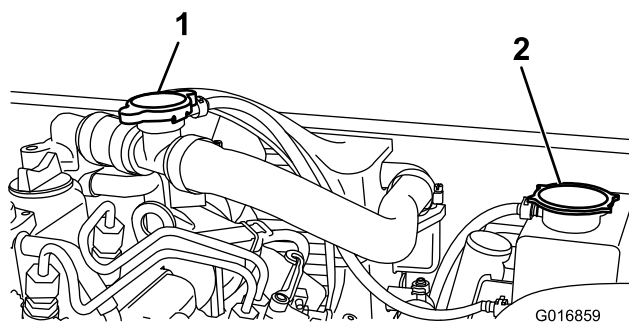

Figura 62
2. Retire el tapón de llenado (Figura 62) y llene el radiador de refrigerante.
3. Vuelva a colocar el tapón del llenado y retire el tapón del depósito de expansión del radiador (Figura 62).
2. Retire el tapón del depósito de expansión del radiador (Figura 62).